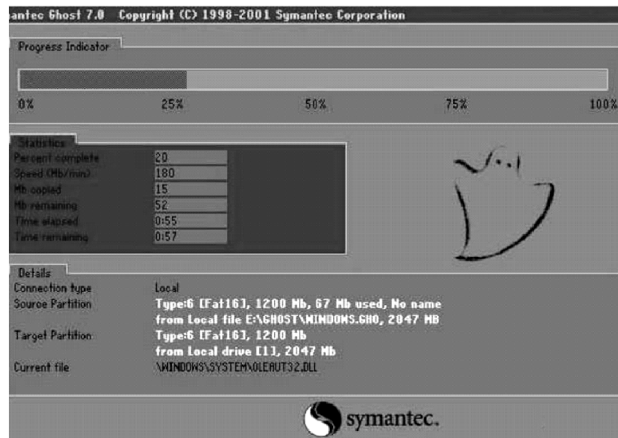

图 3-77 进入 Symantec Ghost 界面
④ 选择执行后，即进入“Symantec Ghost”界面，如图 3-77 所示，界面中的“Progress Indicator”、“Statistics”、“Details”三个选项卡用来了解映像文件恢复的进度、时间和容量等相关信息。